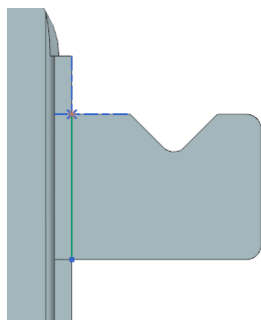

图 2-86 绘制草图
(3) 在“折弯”对话框中，单击按钮，进入草图设计环境，绘制如图 2-86 所示的折弯线。单击“完成”图标，草图绘制完毕。